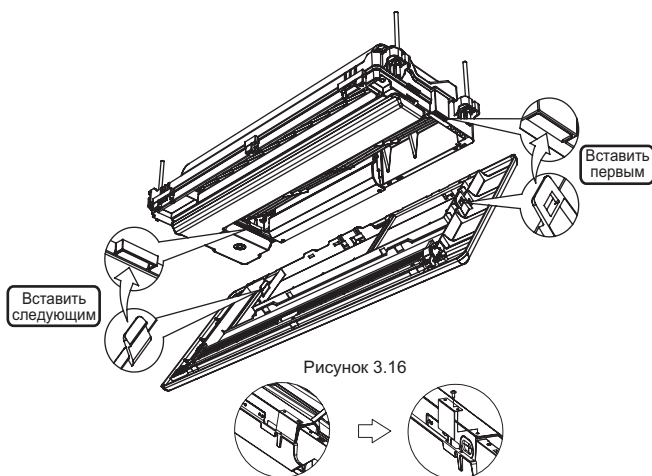

Рисунок 3.16
- 1) На панели в сборе есть два узла фиксаторов для установки вспомогательной панели; метод сборки этих фиксаторов показан на Рис. 3.16.